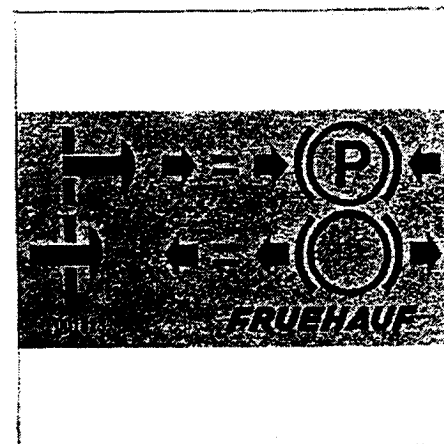
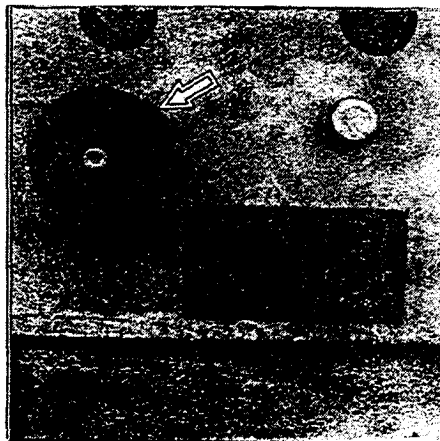

Fig. 84-2
Fig. 84-3
Mettre en action le système de frein de stationnement (fig. 84-3) conformément aux instructions de la plaque (fig. 84-2) et ce avant d'avoir débranché les lignes de freinage.
- Mise en "frein de parcage" : tirer sur le bouton (fig. 84-3).
- Annulation de l'action du frein de parcage : pousser le bouton (fig. 84-3).